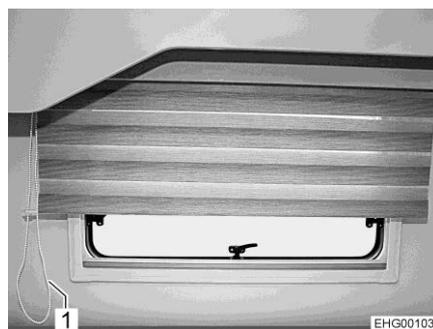

Fig. 60 Persiana enrollable variable, zona posterior
- Tirar el ramal de la cadena de tiro (Fig. 60,1) el cual cierra la persiana enrollable variable hasta que la persiana enrollable variable se encuentre en la posición deseada.
- Tirar el ramal de la cadena de tiro (Fig. 60,1) el cual abre la persiana enrollable variable hasta que la persiana enrollable variable se encuentre en la posición deseada.